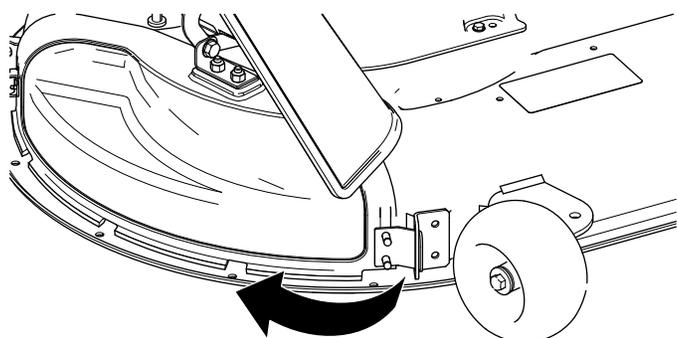

Figura 15
4. Gire la tapa de descarga hacia atrás y hacia la carcasa, hasta que la tapa de descarga está alineada con la carcasa de corte (Figura 15).